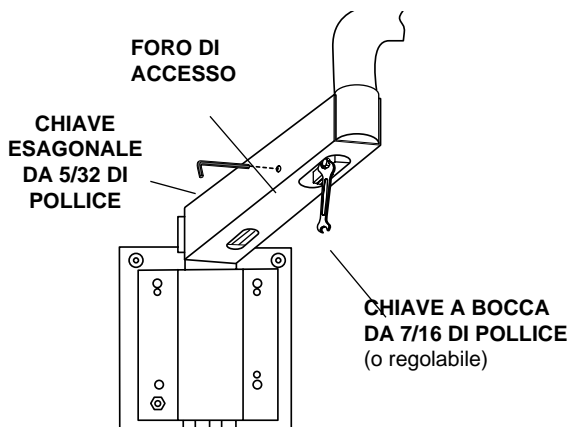

Figura 9. Regolazione del freno del braccio
4. Individuare il dado di regolazione nella parte inferiore del braccio (vedere la Figura 9).